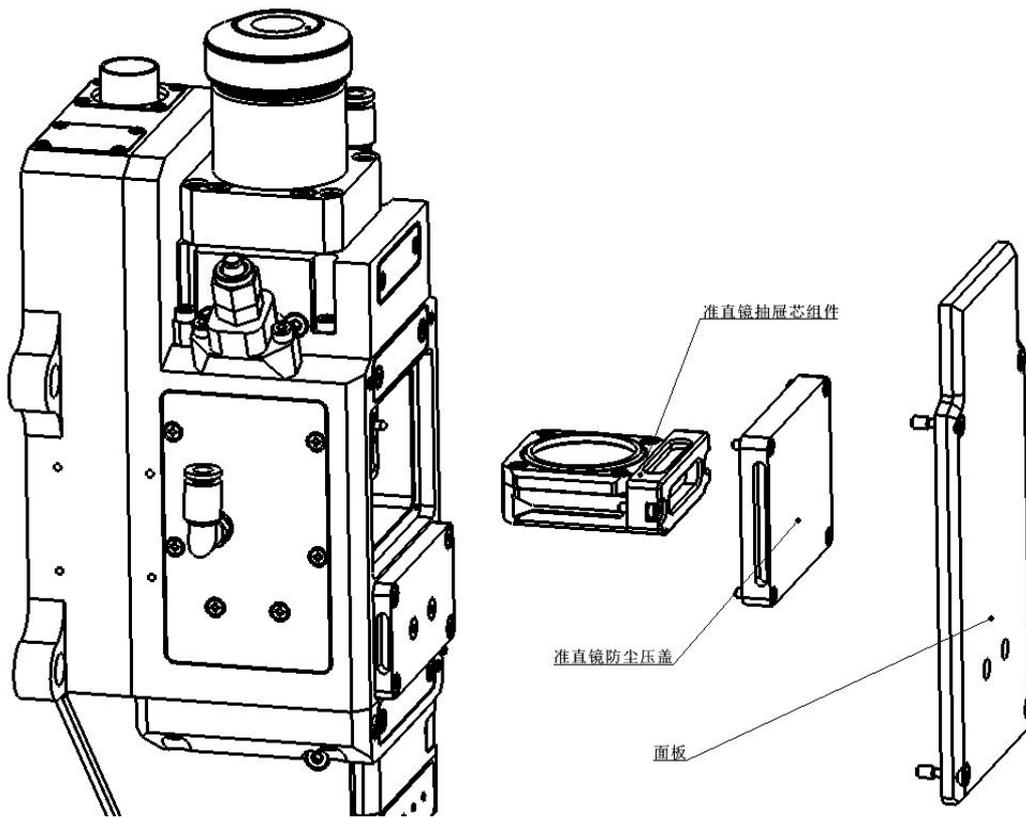

图 5.5 — 拆准直抽屉芯组件
- 拆下面板，拆下准直镜防尘压盖（如图 5.5 所示），拧松准直镜抽屉芯上 2 个螺钉，抽出准直镜抽屉芯